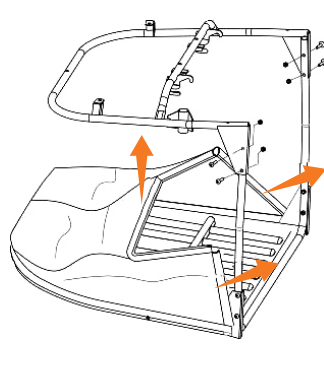

Рис. 10
- Установите верхний кронштейн на передний и закрепите его (Рис. 10). Закрепите тканевую часть травосборника на кронштейнах.